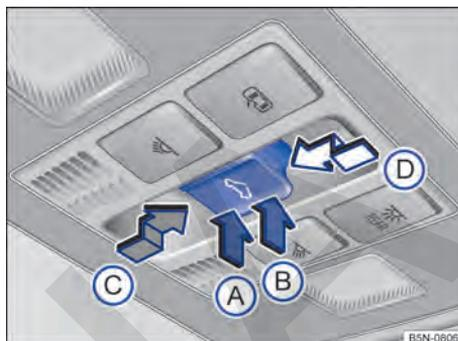

Fig. 76 En el revestimiento interior del techo: tecla del techo de cristal.
- *Ajustar la posición deflectora:* Pulse la tecla por la zona → **fig. 76 (B)** hasta el primer nivel. Función automática: Pulse la tecla por la zona **(B)** hasta el segundo nivel.